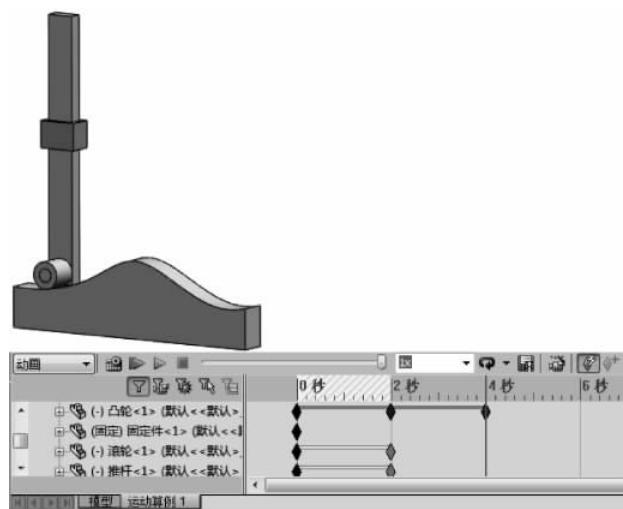

图 3-48 位置 2
(4) 在时间线中拖动时间栏到 4 秒处,然后在图形区域中将模型运动到新的位置,如图 3-48 所示。